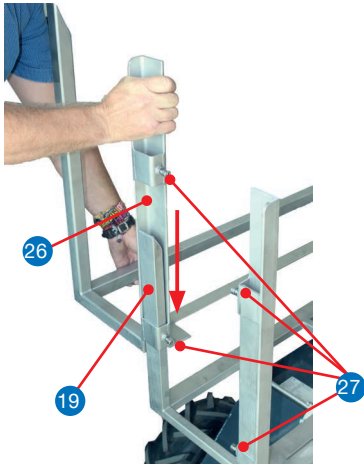

Abb. 25) Palettenaufsatz auf Gabelzinken schieben.
2. Palettenaufsatz **26** vollständig auf die Gabelzinken **19** schieben (Abb. 25).
3. Innensechskantschrauben **27** im Uhrzeigersinn festziehen (Abb. 25).